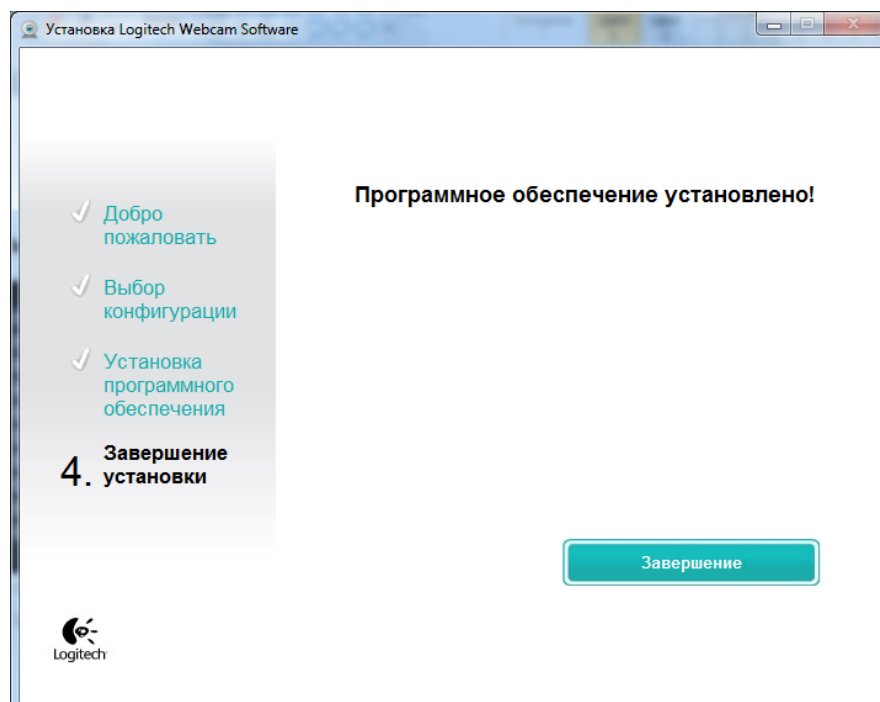

Рис. 9
9. Нажать кнопку «Завершение» (рис.9).